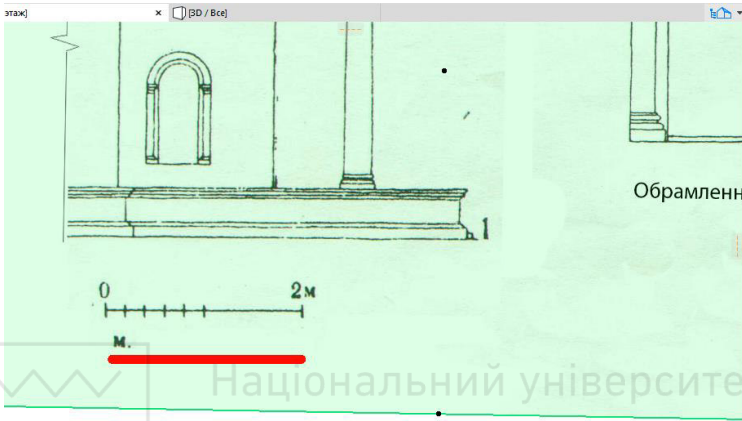

Рис. 8
1. Перетягніть зображення на план поверху і змасштабуйте відповідно до мірної лінійки (рис.8).